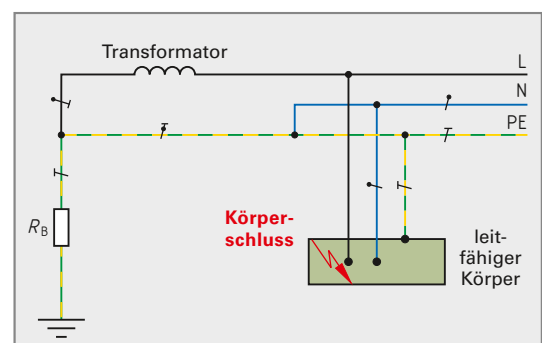

Bild 4: Körperschluss durch Isolationsfehler
15. In der elektrischen Anlage nach **Bild 4** kann im Fehlerfall ein Körperschluss auftreten. Zeichnen Sie den Verlauf des Fehlerstroms in Bild 4 ein. Welche Schutzmaßnahme ist daher an welcher Stelle im Bild 4 anzuwenden?